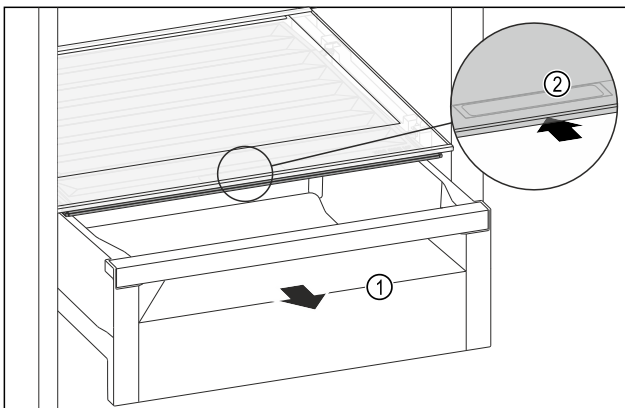

Fig. 64
- ▶ Извлеките выдвижной ящик Fig. 64 (1).
- ▶ Возьмитесь за утопленную ручку Fig. 64 (2) на крышке отделения и одновременно введите крышку отделения назад.